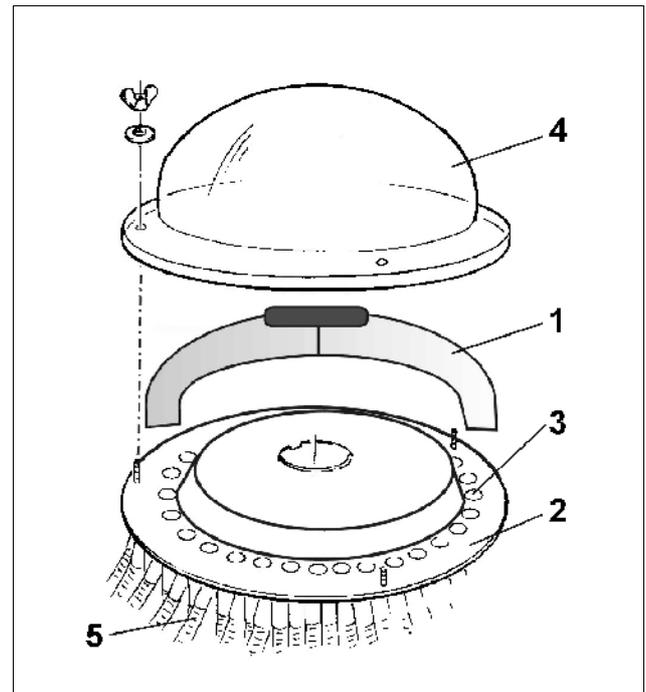
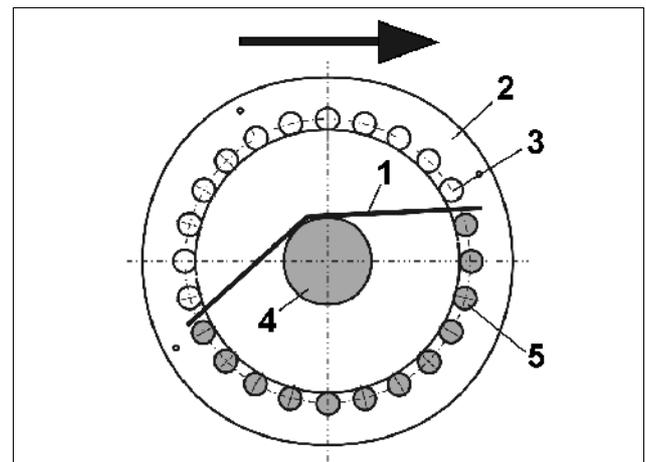

Fig. 56
Fig. 57
Mit dem Einsatz (Fig. 56/1) zum halbseitigen Verschließen der Ausläufe im Verteilerkopf wird der Saatgutstrom auf die Hälfte aller Ausläufe (Fig. 56/3) und damit auf die Hälfte aller Schare verteilt. Wahlweise kann so die Saatgutzufuhr zu den Scharen auf der rechten oder der linken Maschinenhälfte unterbrochen werden und mit der anderen Maschinenhälfte gesät werden.
- Verteilerhaube (Fig. 56/4) demontieren
- den Einsatz (Fig. 56/1 bzw. Fig. 57/1) so auf die Verteilerplatte (Fig. 56/2 bzw. Fig. 57/2) aufsetzen, dass die gewünschten Ausläufe vom Einsatz verschlossen werden.
- In der Draufsicht (siehe Fig. 57) befinden sich
- die geschlossenen, nicht schraffierten Ausläufe (Fig. 57/3) auf der dem Wellrohr (Fig. 57/4) abgewandten Seite
- die offenen, schraffiert dargestellten Ausläufe (Fig. 57/5) auf der dem Wellrohr (Fig. 57/4) zugewandten Seite.
- Kontrollieren Sie in jedem Fall am Verlauf der Saatleitungsschläuche (Fig. 56/5), ob der Einsatz den Saatgutstrom zu den gewünschten Scharen verschließt.
- Markieren Sie den Sitz des Einsatzes mit einem geeigneten Stift auf der Verteilerplatte (Fig. 57/2), damit Sie bei nachfolgenden Einsätzen die Position des Einsatzes auf der Verteilerplatte schnell wiederfinden.
- Befestigen Sie die Verteilerhaube (Fig. 56/4) am Verteilerkopf. Beim Befestigen der Verteilerhaube wird der Einsatz (Fig. 56/1) festgeklemmt.